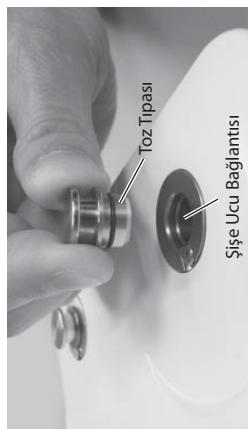

Fig.2
- 1) Şişe ucu bağlantı konnektöründeki toz tipasını söküünüz. (Fig. 2)